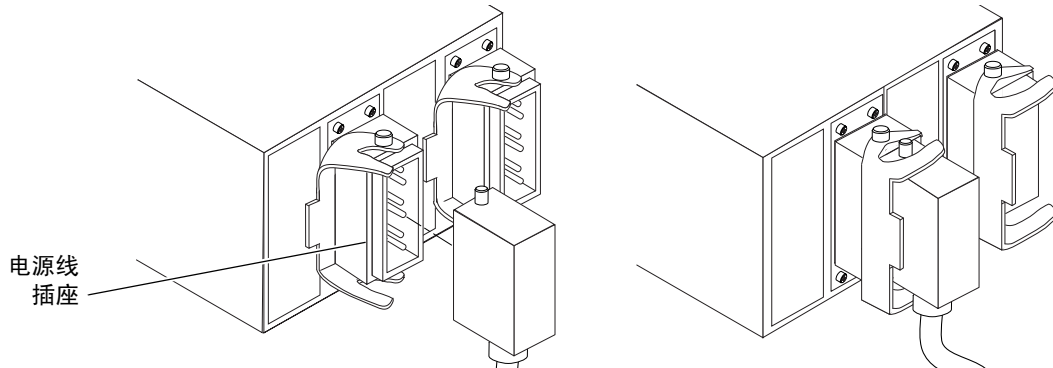

图 2-10 将电源线连接至 RTS 模块
7. 将电源线连至 RTS 模块，然后用锁定手柄锁住连接器（图 2-10）。